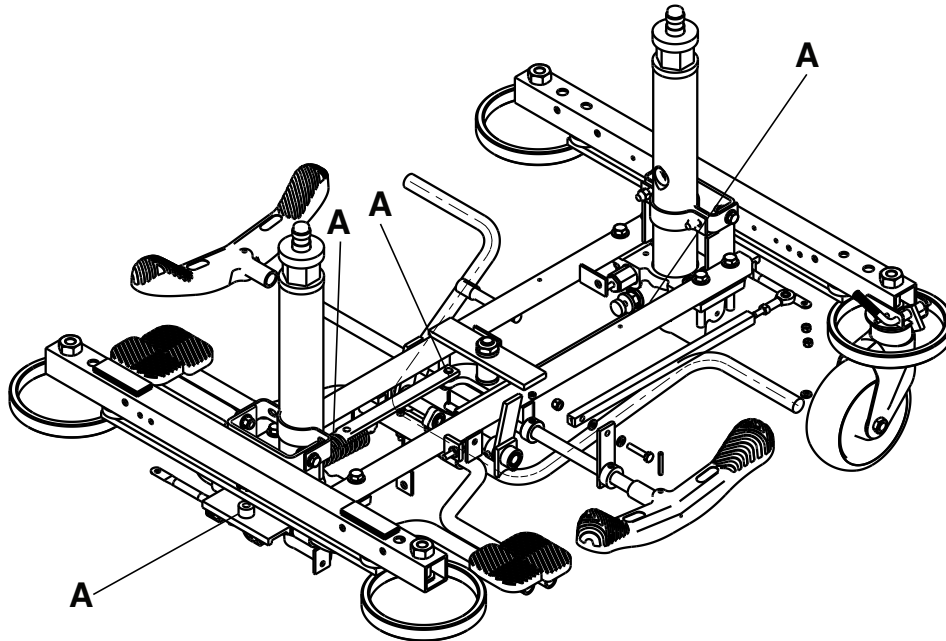

Figure 8 – Points de lubrification de la base
Zones de graissage comme indiqué (A) Figure 8.